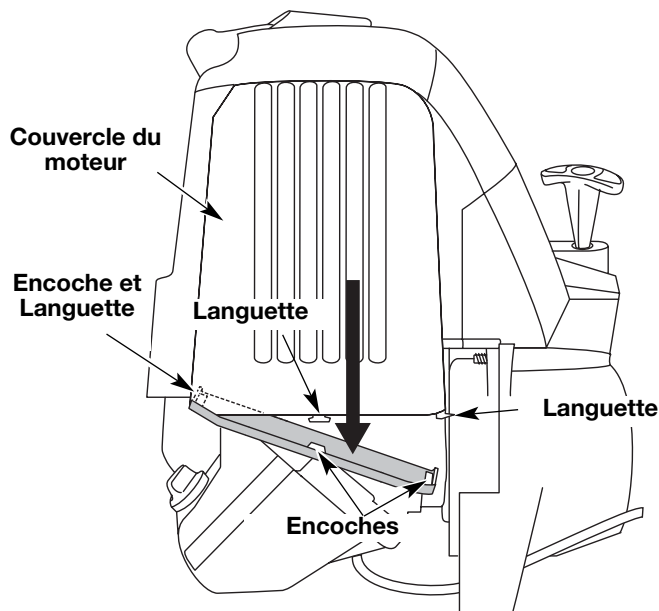

Fig. 62
1. Retirez le couvercle du silencieux en appuyant sur le coin à l'aide d'un tournevis à lame plate (Fig. 62). Glissez les encoches sur les côtés du couvercle par-dessus les languettes du couvercle du moteur et retirez le couvercle.
13. Remplacez le couvercle du silencieux. Glissez avec un déclit les encoches sur les côtés du couvercle par-dessus les languettes du couvercle du moteur (Fig. 62).